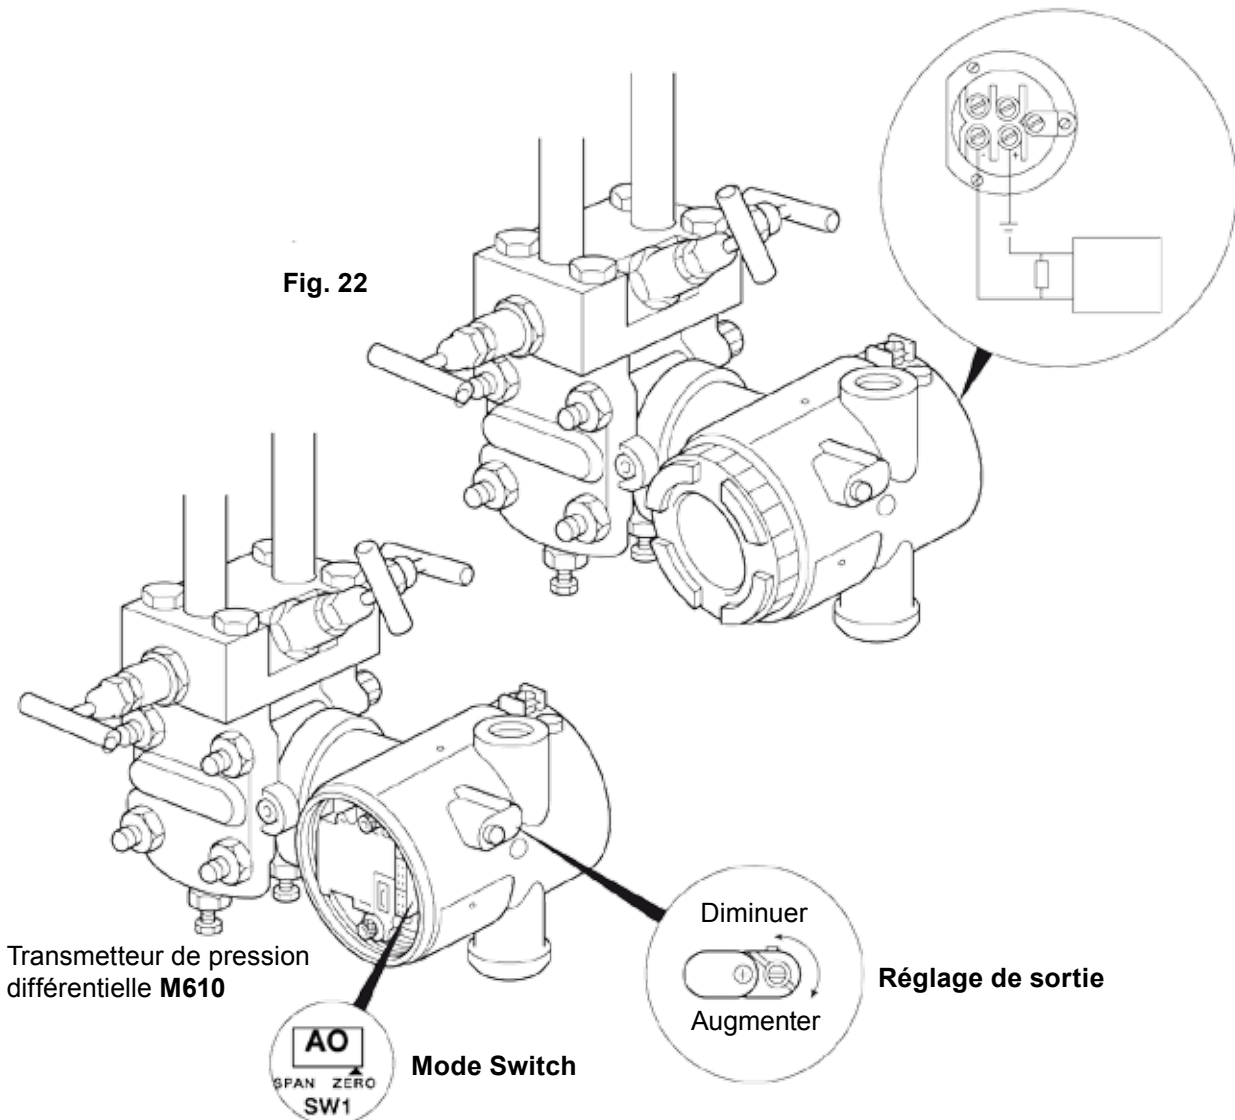

Fig. 23
7.2.4 En utilisant convenablement un milliampèremètre, vérifier 4,00 mA à la sortie du M610 sur les borniers CK+ et CK- comme indiqué sur la Fig. 23. (Si l'affichage est utilisé, il devra indiquer zéro). Régler le switch (SW1) sur la position 'zéro' et sur le M610, ajuster le zéro jusqu'à ce que la valeur exacte de 4,00 mA soit obtenue.